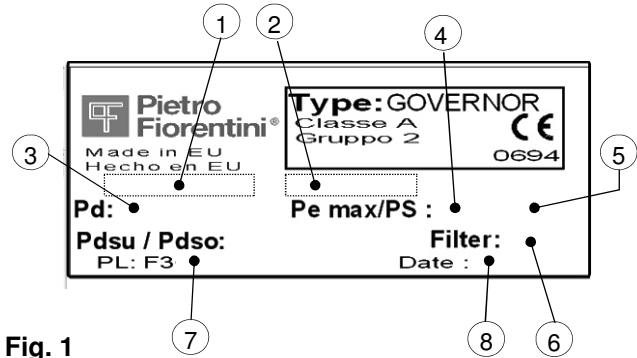

Fig. 1
- verificare che l'installazione sia eseguita secondo le norme vigenti e secondo le regole di buona tecnica. Verificare che i dati riportati in targa (Fig. 1) corrispondano a quanto richiesto da o dagli apparecchi di combustione collegati. Verificare che lo stabilizzatore sia installato secondo le indicazioni della presente, e in particolare verificare: presenza di almeno una valvola di intercettazione a monte e a valle; presenza a monte di un filtro specifico per il gas utilizzato e con portata adeguata; Rispettare la direzione del flusso come indicato dalla freccia sullo stabilizzatore; posizione corretta di montaggio dello stabilizzatore vedi schema A. Per eventuale collegamento del tubo di sfiato, rimuovere il tappo da 1/4" o 1/2" collegare con apposito raccordo un tubo da 1/2" e convogliarlo in una zona sicura.
F 1 VERIFICATION AVANT MISE EN GAZ Vérifier que l'installation est conforme aux réglementations en vigueur et aux règles de l'art; Vérifier que les indications de la plaque signalétique du régulateur (Fig.1), répondent aux besoins de l'installation; Vérifier que ce régulateur est installé conformément aux prescriptions ci-dessous, en particulier: Vérifier la présence d'un robinet d'arrêt à l'amont. Vérifier la présence d'un filtre adapté au débit demandé. Respecter la direction du flux comme indiqué par la flèche sur le stabilisateur. Pour le montage correct du stabilisateur se référer au schéma A. Pour le raccordement éventuel de l'évent, enlever le bouchon de 1/4" ou 1/2" assembler avec un raccord spécial un tuyau de 1/2" et l'acheminer dans une zone sûre.